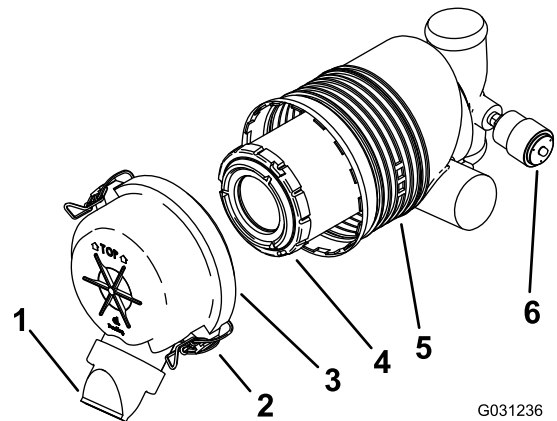

Bild 44
Wichtig: Warten Sie den Luftfilter nur, wenn die Wartungsanzeige rot ist (Bild 44). Das frühzeitige Auswechseln des Luftfilters erhöht nur die Gefahr, dass Schmutz in den Motor gelangt, wenn Sie den Filter entfernen.
4. Lösen Sie die Riegel am Luftfilter und ziehen Sie die Abdeckung vom Luftfiltergehäuse ab (Bild 44).
1. Schieben Sie den Filter vorsichtig aus dem Luftfiltergehäuse heraus (Bild 44).
4. Setzen Sie den Filter vorsichtig ein (Bild 44).
5. Bringen Sie die Luftfilterabdeckung mit der Seite an, auf der TOP gestanzt ist, und rasten Sie die Riegel ein (Bild 44).